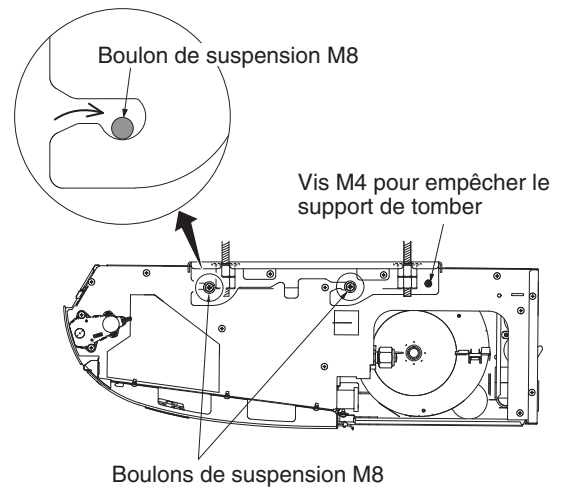

Fig. 3-17
- b) Suspendre l'unité intérieure au support. Serrer les boulons de suspension M8 et fixer l'unité intérieure en place. (Fig. 3-17)